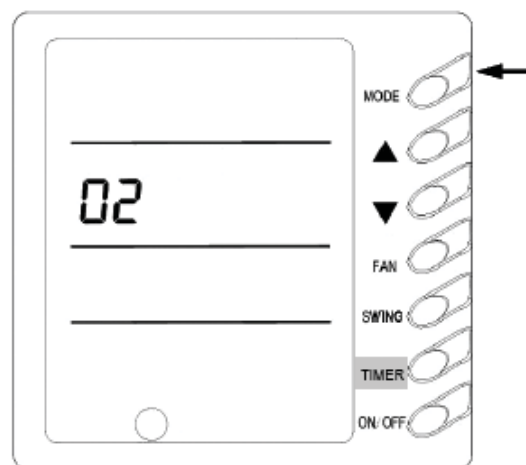

Рис. 16
9) Запись параметров в память и их восстановление после перебоев электроснабжения (рис. 16)